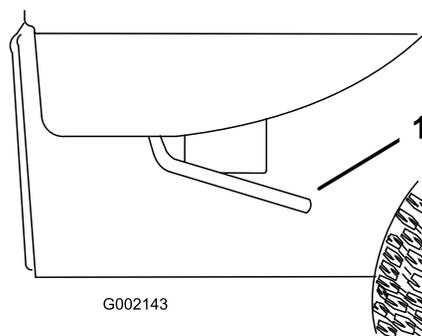

Figura 26
1. Levante la palanca situada en cada lado de la plataforma y eleve la plataforma (Figura 26).